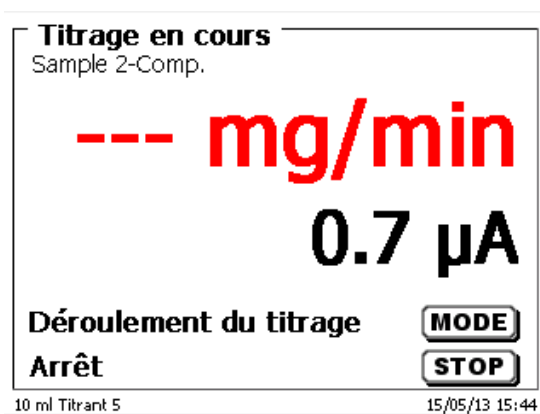

Fig. 70
- ou la dérive avec la valeur mesurée en μA (Fig. 70),